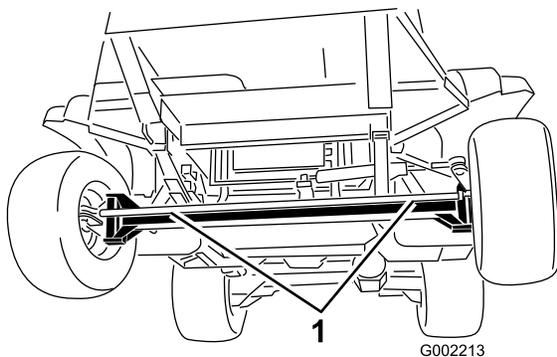
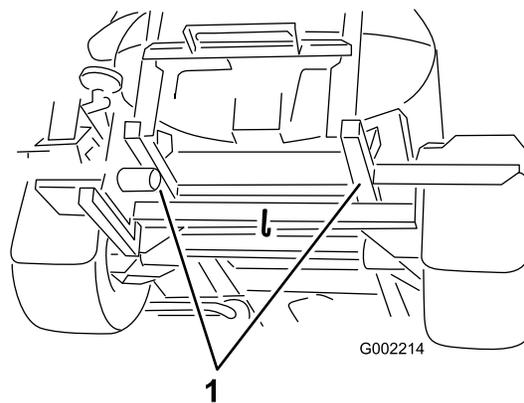

Figure 29
Figure 30
2. Accrochez un câble de remorquage au châssis. Reportez-vous aux points de remorquage avant et arrière dans les Figure 29 et Figure 30.